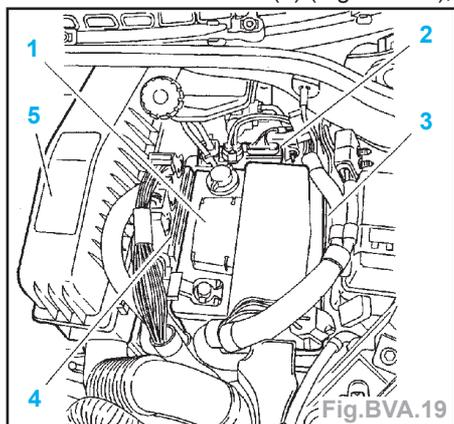

Fig. BVA.19
• le calculateur moteur (2) (Fig. BVA.19),